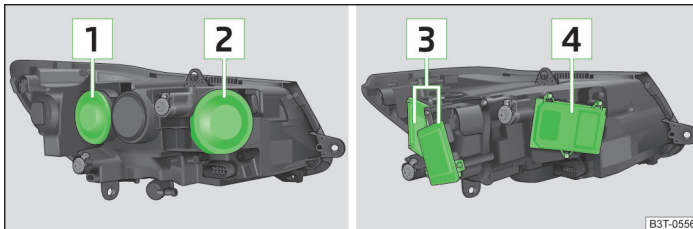

Abb. 204 Glühlampenordnung: Scheinwerfer mit Halogen-Licht / mit Xenon-Licht
- › Die Gummiabdeckung **1** » Abb. 204 auf Seite 251 abnehmen.
- › Die Gummiabdeckung **2** » Abb. 204 auf Seite 251 abnehmen.